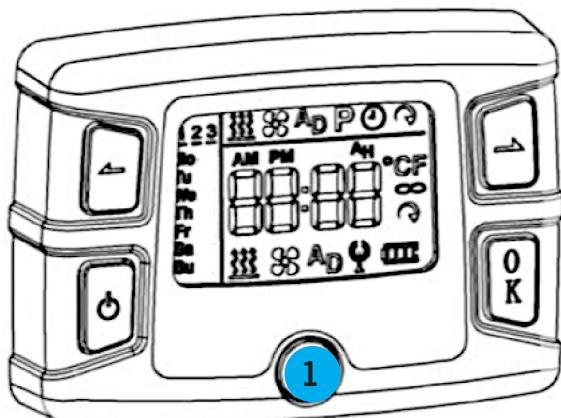

Fig. 43
Entfernen Sie die Abdeckkappe Fig. 43 (1), um das Bedienelement festzuschrauben.